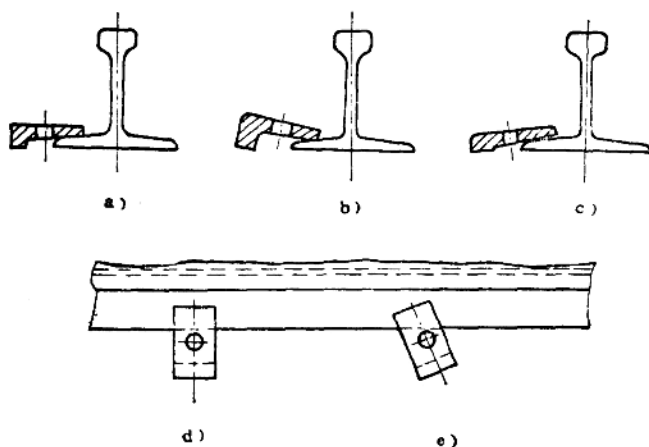

图8-1-20 压板固定方法
⑤ 轨道接头标高最大误差不得大于0.1mm,左右偏差不得超过1mm,在接头标高的超高部分,可用手提式砂轮机进行修磨,其倾斜度不得小于1/100,轨道接头的间隙公差为1~2mm。
⑥ 轨道接头离支承点的距离不得超过300mm。两轨道接头要错开,错开距离不得小于500mm。
① 张紧台运动方向对轨道中心线的平行度公差在全张紧行程上不得大于0.5mm。
② 张紧台的滑板底面应与轨道顶面保持平行,其公差为1mm。
③ 张紧台滑板应水平安装,其水平公差为0.5/1000,并只允许外高内低。
④ 张紧台的标高要略高于固定轨道。
6) 压板固定 固定轨道的压板应与轨道翼缘紧密贴合,放正并压紧(图8-1-20)。